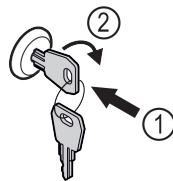

Fig. 171
- ▶ Dugja be a kulcsot Fig. 171 (1).
- ▶ Forgassa el a kulcsot 90°-kal az óramutató járásával megegyező irányba Fig. 171 (2).